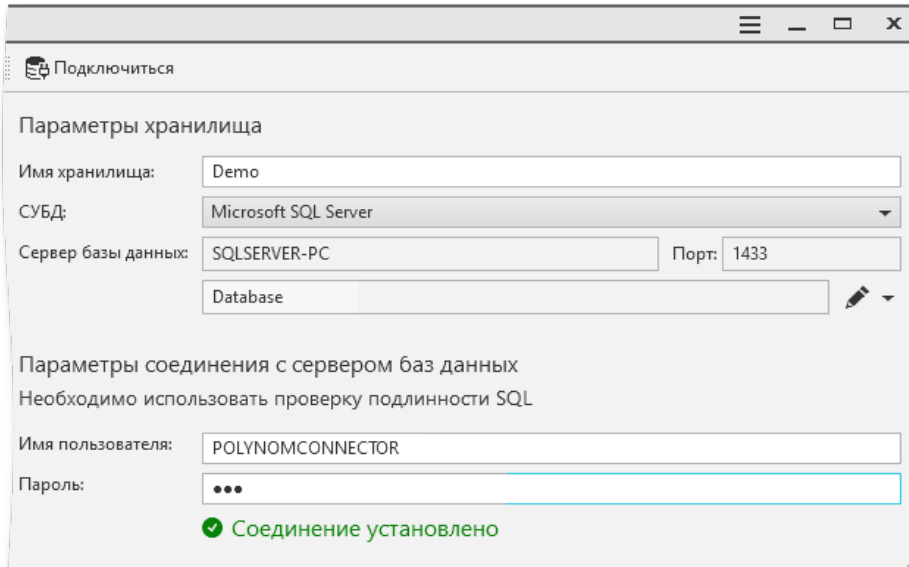
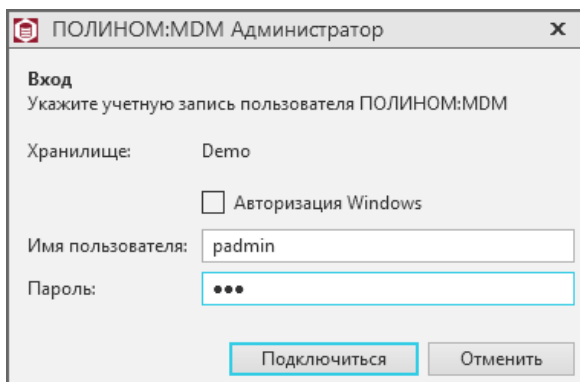

Рис. 4.50
Рис. 4.51
Если имя пользователя и пароль введены верно, соединение будет установлено (рис. 4.50).
2. Подключитесь к хранилищу, нажав кнопку **Подключиться** в верхней части окна (рис. 4.50). В открывшемся окне выберите способ авторизации (рис. 4.51).